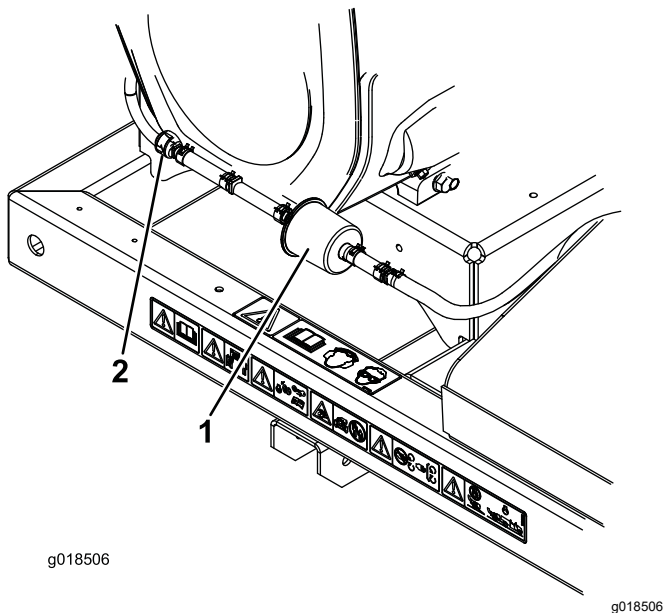

Figura 24
2. Afaste os grampos do tubo do tipo mola em ambos os lados do filtro da linha de purga do recipiente de carbono para longe do filtro (Figura 24).
3. Retire e deite fora o filtro de carbono (Figura 24).
4. Instale um novo filtro no tubo com a seta no filtro a apontar na direção da válvula de verificação e prenda-o com os grampos de tubo (Figura 24).